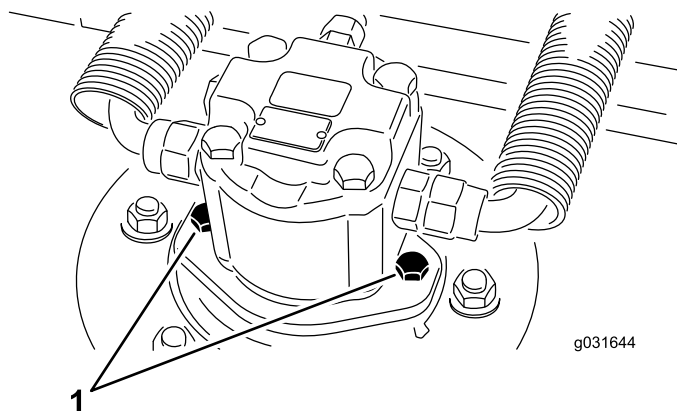

Bild 65
2. Entfernen Sie die Befestigungsschrauben des Hydraulikmotors, klemmen den Hydraulikmotor vom Mähwerk ab und entfernen ihn (**Bild 65**).
- Bringen Sie mithilfe der Befestigungsschrauben des Hydraulikmotors den Hydraulikmotor am Mähwerk an (Bild 65).